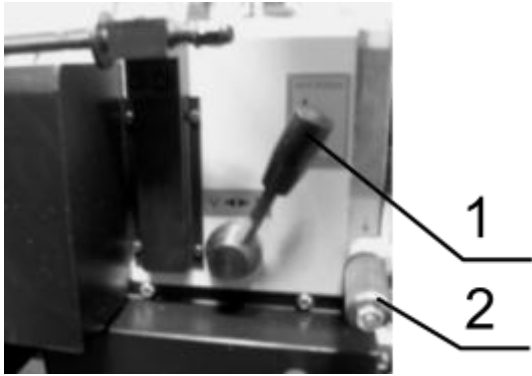

Рисунок 5.
**Рукоятка изменения направления вращения ходового винта 2:** Для переключения необходимо оттянуть рукоятку и произвести переключение. Рукоятка в нижнем положении – ходовой винт и шпиндель вращаются в противоположные стороны. Рукоятка в верхнем положении – ходовой винт и шпиндель вращаются в одном направлении. Рукоятка в нейтральном положении – ходовой винт не вращается. (см. рис.5).
Перед первым включением станка выберите один из двух диапазонов скорости вращения шпинделя рукояткой **1** (рис.5).